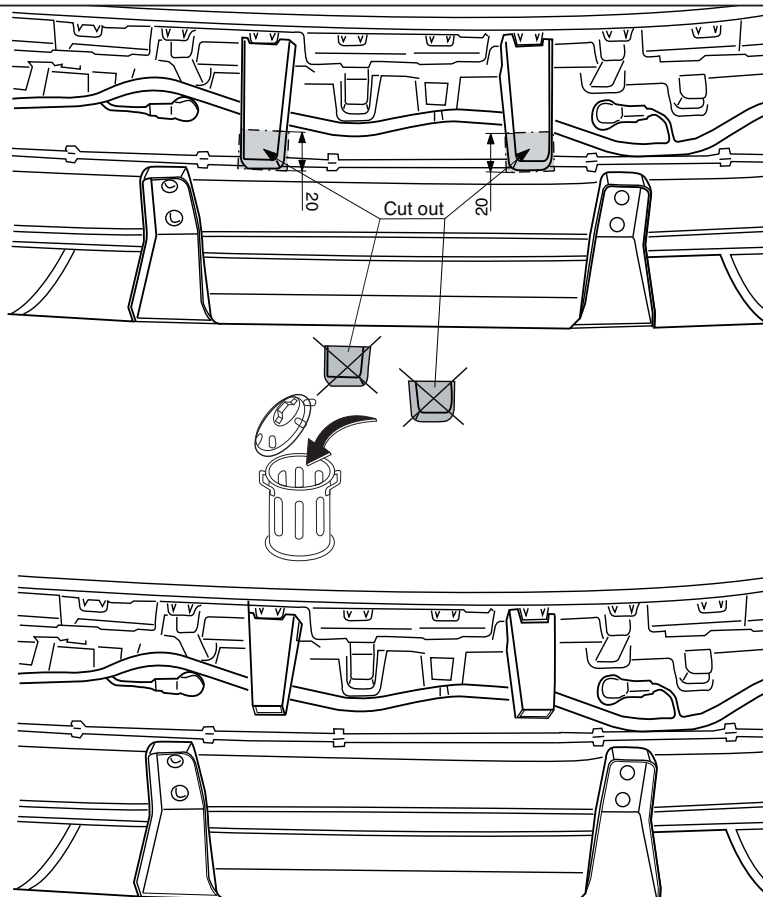

Fig.3
11. Gemäß Fig. 3. die angegebenen Stücke aus der Stoßstangeninnenverkleidung heraussägen.
11. Scier les parties de la garniture du pare-chocs comme indiqué sur les fig.3.
11. Såga de markerade delarna ur stötfångaren innanmätet.. Se fig. 3.
11. Sav ifølge fig. 3 de markerede dele ud af kofangerinderstykket.
11. Serrar las partes indicadas en las fig. 3 el armazón interior del parachoques.
11. Segare via dal l'anima del paraurti le parti indicate nelle fig. 3.